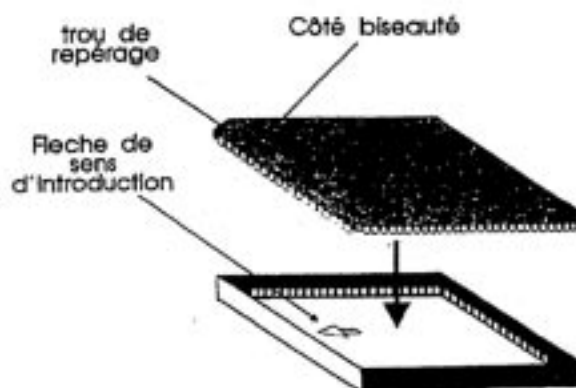

FIGURE 4
- Repérer le sens d'introduction du microprocesseur FIG 4. Le côté biseauté avec un point doit être positionné vers la gauche. (Une flèche est gravée au fond du support, pour le sens d'introduction)